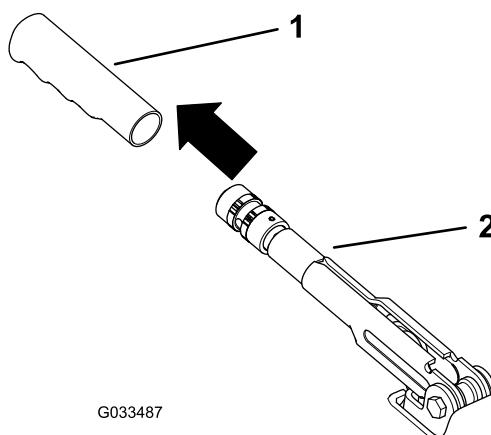

Figure 52
1. Enlevez la poignée en caoutchouc du levier de frein du stationnement (Figure 52).
5. Placez la poignée en caoutchouc sur le levier du frein de stationnement (Figure 52).